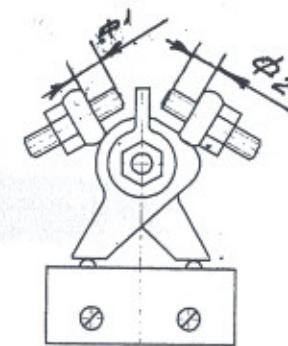

Рис. 4. Регулирование муфты крутящего момента
5.9 Регулирование муфты крутящего момента выполняется установкой размера Ø (рис.4). Размер Ø следует устанавливать в зависимости от требуемого крутящего момента по графику (рис.5) с точностью «плюс-минус» 0,2 мм. Линии графика, определяющие зависимость размера Ø от крутящего момента, для разных направлений вращения могут не совпадать и проводятся в виде двух линий: первая «З» – для закрывания, вторая «О» – для открывания.